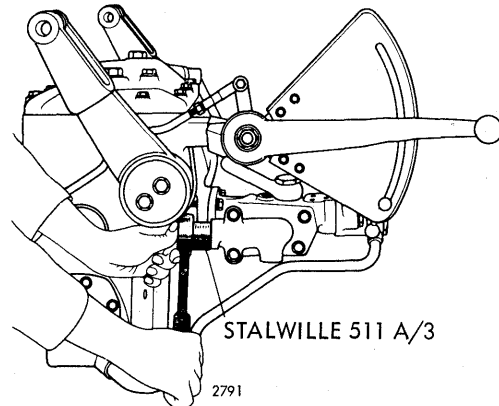

Fig. 30.
3. Løsn ventilens fjederholder ved hjælp af en skraldenøgle med skruetrækkerindsats - fig. 30.